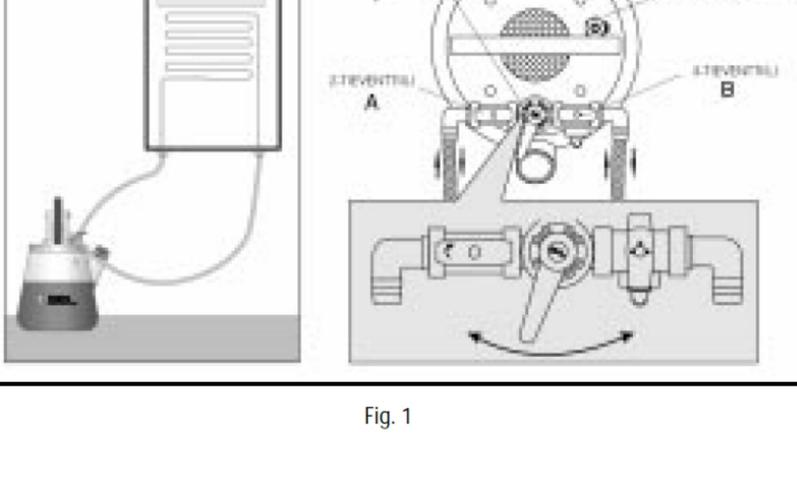

Fig. 1
Заполните резервуар жидкостью для очистки от извести до уровня, который находится между самым низким и самым высоким значением («MIN» и «MAX»). Прикрепите шланги к очищаемому оборудованию и вставьте штекер в сеть 220V/50Hz, откройте крышку (чтобы выпускать образовавшийся газ), приведите двойной (A) и тройной (B) клапан в соответствующее положение (см. рис. 1), закройте приток чистой воды и включите насос.